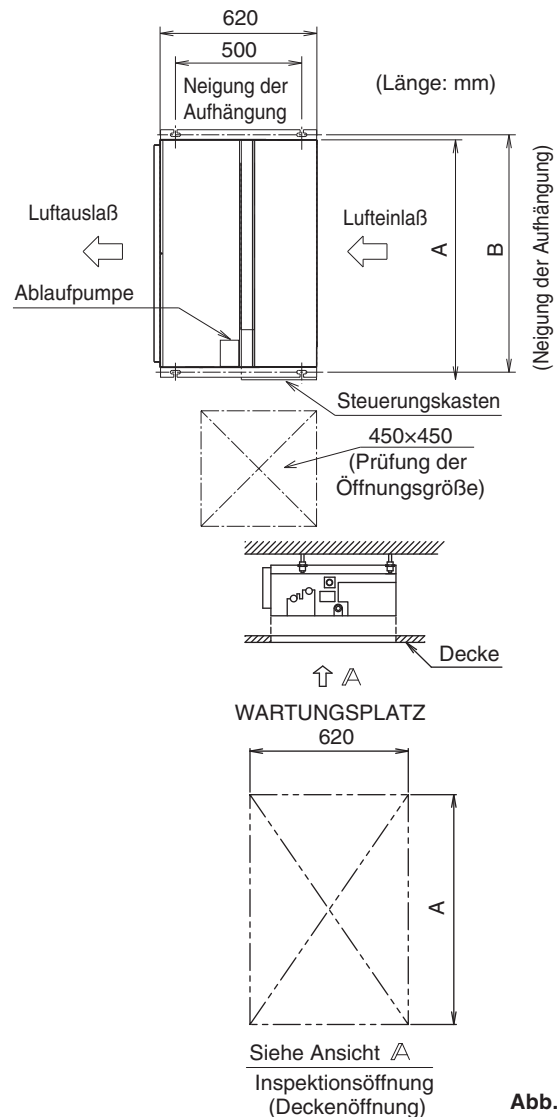

Abb. 2
(1) Vergewissern Sie sich, dass die Positionen der Abhängebolzen mit den Haken am Gerät übereinstimmen. (Siehe Abb. 2)